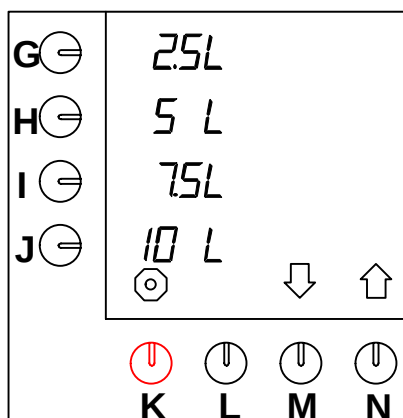

Fig. 33 Standard förvaltstangenter
Maskinen är standardinställd på enheten L (= liter). Denna enhet kan ändras. (Enheten är standard på displayen med förvalstangenter (fig. 33)).
- Tryck på valtangenten (N.)↑ tills fig. 33 visas på displayen.